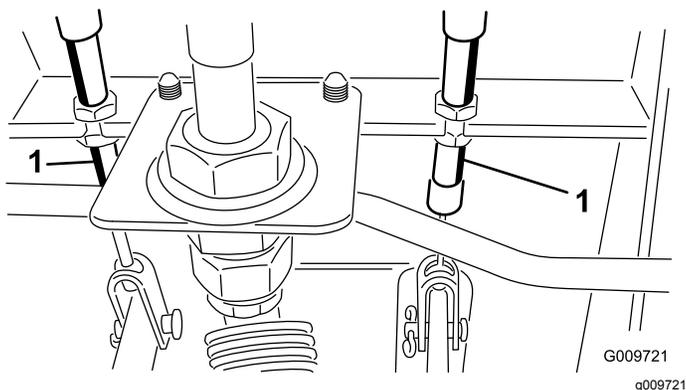

Рисунок 51
- А. Отпустите переднюю гайку на резьбовом конце гибкого тросика тормоза (Рисунок 51).